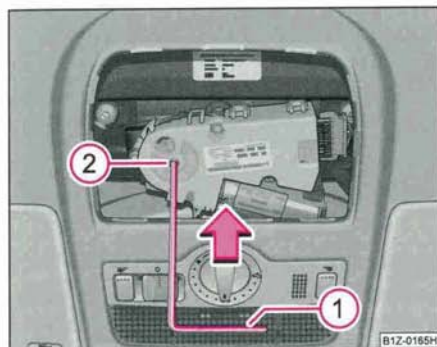

Fig. 40 Partie du revêtement de pavillon:
- Faites entrer la manivelle ① jusqu'à la butée du trou hexagonal ② ⇒ fig. 40.